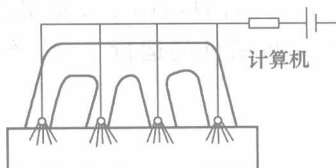

图 1-7 同时喷射系统
1) 同时喷射系统(图 1-7)。是指发动机在运行期间,各缸喷油器同时开启,同时关闭。通常将一次燃烧所需要的汽油量按发动机每工作循环分两次进行喷射,即曲轴转一圈,喷油器喷射一次燃油。所有喷油器受同一个喷油信号控制打开或关闭。富康 988 等车型就使用该喷射系统。